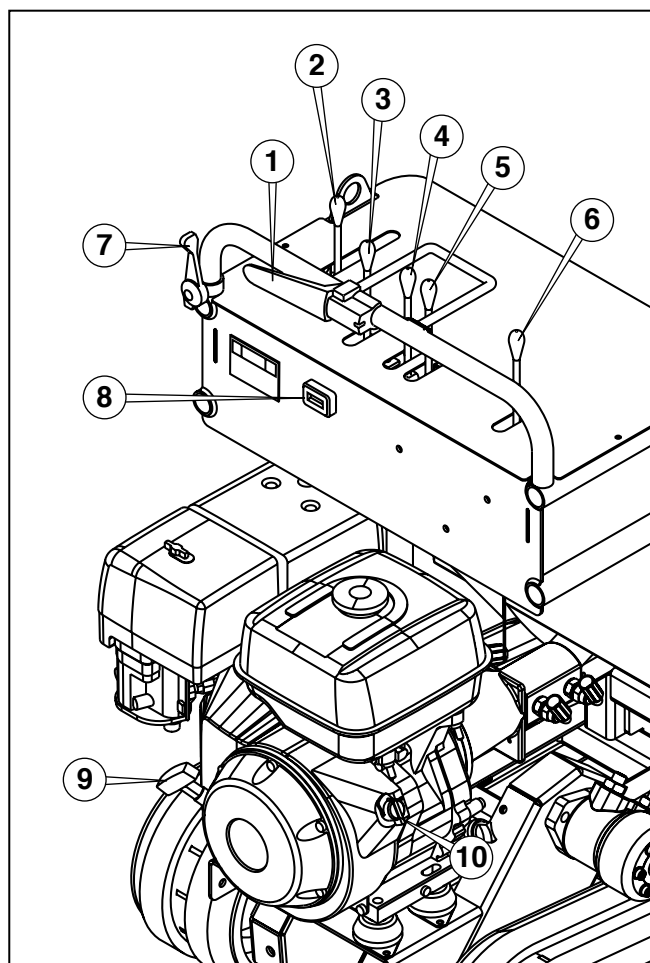

Fig. 7 - Comandi
4.1.1 COMANDI (FIG. 7)
- Portare su «ON» l'interruttore di consenso (10 Fig. 7).
- Premere e mantenere premuta, la leva di sicurezza avanzamento/retroceSSIONE (1 Fig. 7).
- Afferrare la cordicella (9 fig. 7) di avviamento motore e tirare lentamente fino a quando non si riscontra una certa resistenza. A questo punto tirare con uno strappo forte e deciso.
Dopo avere avviato il motore, portare la leva acceleratore (7 Fig. 7) a metà corsa e fare funzionare il motore per qualche minuto in modo che si riscaldi.
In fase di lavoro, la leva di sicurezza avanzamento/retroceSSIONE (1 Fig. 7), deve essere sempre tenuta premuta se, rilasciata, interrompe l'alimentazione e il motore si arresta all'istante.
- Dopo l'avviamento, spingere in avanti la leva (3 Fig. 7), abbassando la catenaria e portandola a pochi centimetri da terra.
- Impostare la velocità LENTA spingendo in avanti la leva (2 Fig. 7).
- Azionare la leva catenaria (6 Fig. 7) nella posizione «avanti». Con questa operazione si attiva il moto di rotazione della catenaria.
- Spingere ulteriormente in avanti la leva (3 Fig. 7). Con questa manovra la catenaria in rotazione entra nel terreno ed inizia lo scavo.
- Con la catenaria in funzione, tirare contemporaneamente e gradualmente, all'indietro le due leve (4 e 5 Fig. 7) che comandano il moto dei cingoli.
- La sterzata della macchina avviene tramite l'azionamento delle rispettive leve (4 e 5 Fig. 7). Tali leve sono a ritorno automatico e se rilasciate tornano nella posizione di partenza; per sterzare a destra si azionerà la leva 4 e per sterzare a sinistra si azionerà la leva 5.
- Portare in posizione centrale, la leva (6 Fig. 7). Con questa manovra si arresta il moto della catenaria.
- Tramite la leva (3 Fig. 7), sollevare la catenaria portandola al di fuori del terreno.
- Decelerare, tramite la leva (7 Fig. 7), portando il motore al minimo regime di giri.
- Abbandonare la presa sulla leva di sicurezza e di arresto motore (1 Fig. 7). Il motore si spegnerà.
- Ruotare l'interruttore di consenso (10 Fig. 7) in posizione «OFF».
Qualora si riscontrasse un qualsiasi motivo di pericolo, la macchina può essere arrestata lasciando la presa della leva rossa (1 Fig. 7). Riavviare la macchina, seguendo le procedure descritte al paragrafo «4.2 Avviamento» dopo che sono state risolte le eventuali situazioni di pericolo.